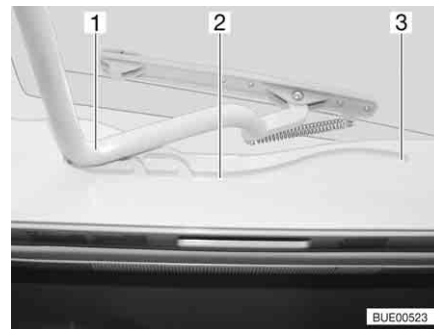

Bild 69 Heki-taklucka, spår
- Dra in bygeln (Bild 69,1) i spåren (Bild 69,2) till den bakersta positionen (Bild 69,3).
- Tryck bygeln (Bild 69,1) lätt uppåt med båda händerna.
- Drag bygeln till önskad position i spåret (Bild 69,2).